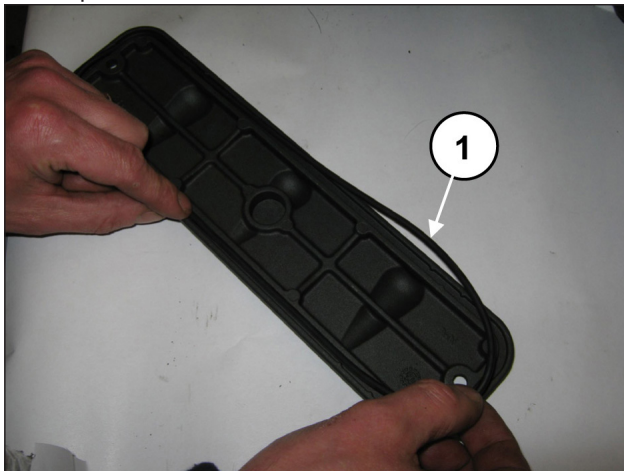
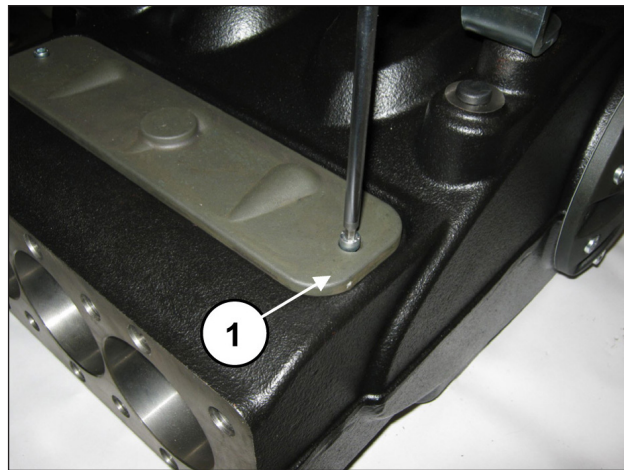

Fig. 97
Fig. 98
Colocar las tapas de inspección con las juntas tóricas (pos. ①, Fig. 97) y apretar con 2 tornillos M6x14 (pos. ①, Fig. 98) y 2 tornillos M6x40. Ajustar los tornillos con la llave dinamométrica como se indica en el capítulo 3 CALIBRACIÓN DE AJUSTE DE LOS TORNILLOS.